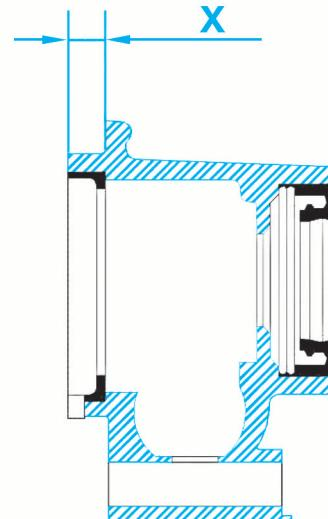

Fig.1
Le réglage de la précontrainte des roulements dépend de l'épaisseur (X) de l'épaulement de la prolonge du carter de différentiel (Fig.1) :